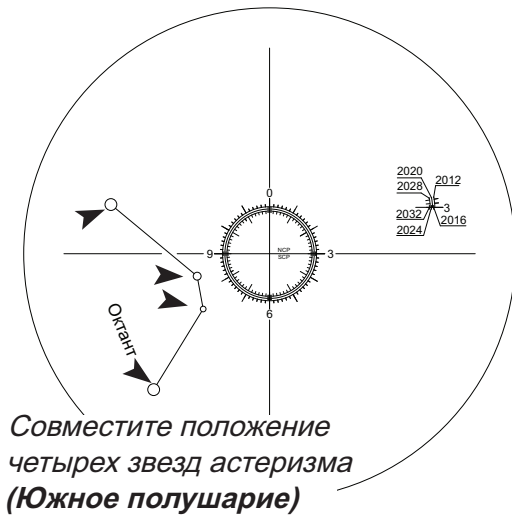

Рис. 3.2a
После включения питания монтировки и подсветки сетки искателя полюса в поле зрения искателя полюса можно увидеть сетку, показанную на рис. 3.2a. Если изображение выглядит размытым, для фокусировки поверните рифленое кольцо окуляра искателя полюса.
- 2. При нахождении в Южном полушарии:** в поле зрения искателя полюса найдите 4 неяркие звезды (звездной величиной между 5 м и 6 м), образующие астеризм, похожий на астеризм созвездия Октант (см. изображение на сетке искателя полюса, рис. 3.2a). Ослабьте фиксатор оси прямого восхождения и поверните ось прямого восхождения до совмещения положения звезд астеризма созвездия Октант с положением четырех звезд, изображенных на сетке. Затем с помощью рычага винта регулировки положения по высоте и винтов регулировки положения по азимуту поместите 4 звезды в 4 круга, показывающие положение звезд созвездия Октант.
Так как положение Полярной звезды не точно совпадает с положением Северного полюса мира, мы можем наблюдать ее видимое движение вокруг полюса. Большой круг, видимый в центре изображенной на рис. 3.2a сетки, показывает обращение Полярной звезды вокруг Северного полюса мира. При проведении полярной настройки монтировки необходимо определить правильное положение Полярной звезды на круге. Для определения положения звезды мы можем воспользоваться двумя способами: